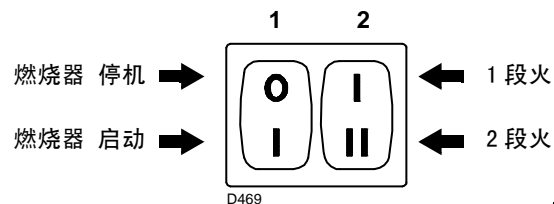

图 28
- 开关 1) (图 28) 至“燃烧器启动”位置；
- 开关 2) (图 28) 至“1 段火”位置。
现在将开关 2)( 图 28) 置于 2 段火运行位置：伺服马达开启风门挡板，同时开启燃气蝶阀至 90°。
将按钮 2) ( 第 25 页图 28 ) 置于 1 段火出力位置: 伺服马达 1) 将关小风门挡板, 同时将燃气蝶阀关闭至 15° 角 ( 此为工厂最初设定的位置 )。
- 如需增加供气量, 将开关 2) ( 第 25 页图 28 ) 置于 2 段火运行位置, 并依次逐步增加伺服马达凸轮 III 的角度 ( 如从 15° 增至 17°, 再增至 19°..... )。